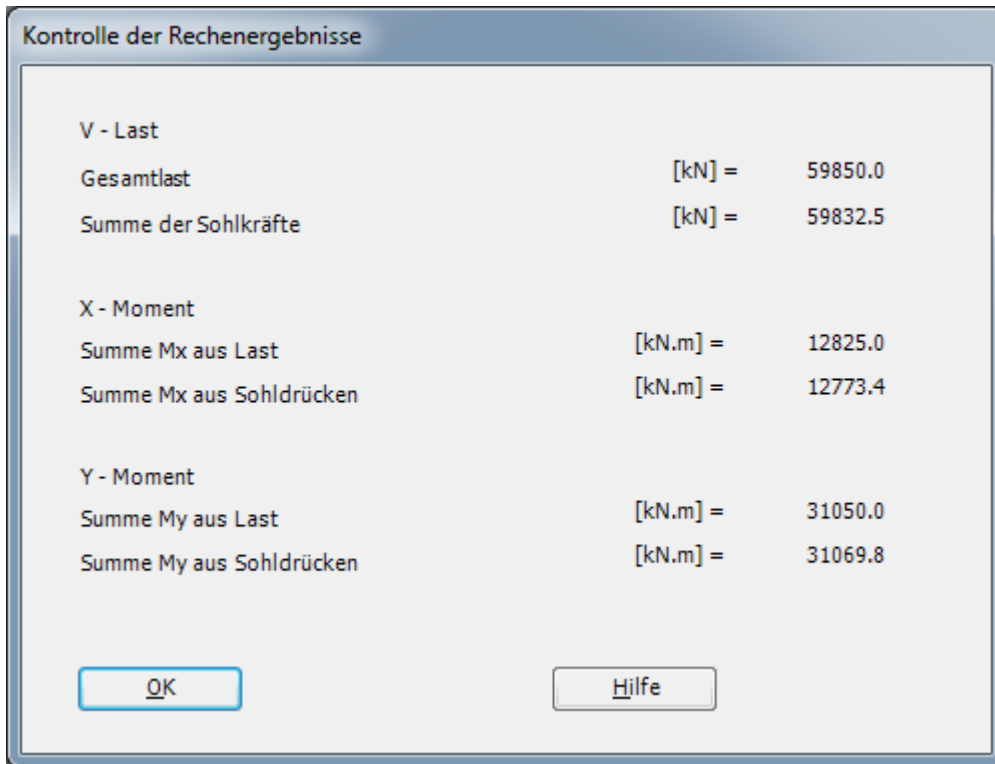

Bild 13.47 Menü "Kontrolle der Rechenergebnisse" für das zweite Modell
- Sobald die Berechnung vollständig ist, erscheint ein Kontrollmenü der Lösung (Bild 13.47)